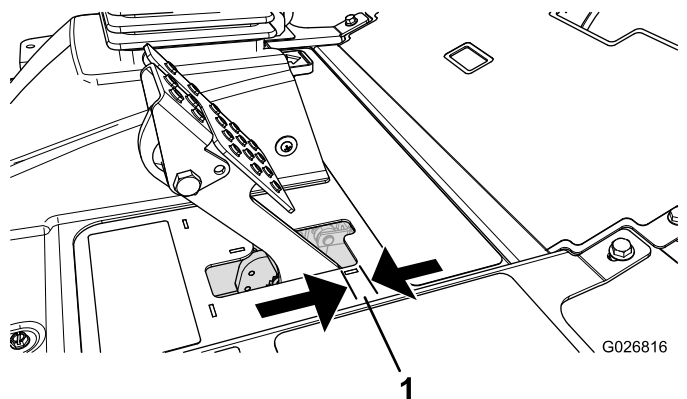

Figura 82
Ajuste os travões se o pedal do travão apresentar uma folga superior a 2,5 cm (Figura 82) ou quando os travões não funcionarem de forma eficaz. Folga é a distância percorrida pelo pedal antes de se verificar qualquer resistência ao movimento.
2. Aperte a porca traseira para deslocar o cabo para trás até que os pedais dos travões apresentem uma folga de 6,3 a 12,7 mm (Figura 82), antes de a roda bloquear.